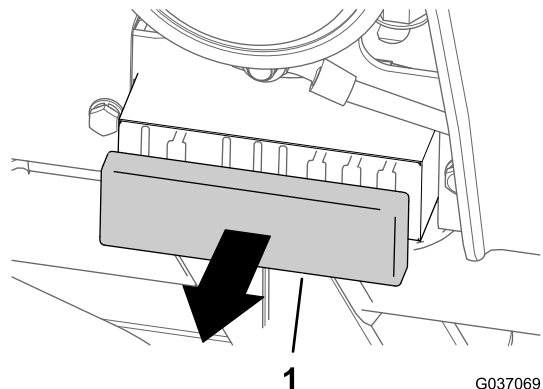

図 36
1. ヒューズブロックのカバーを外す 図 36。
3. ヒューズブロックにカバーを取り付ける 図 36。